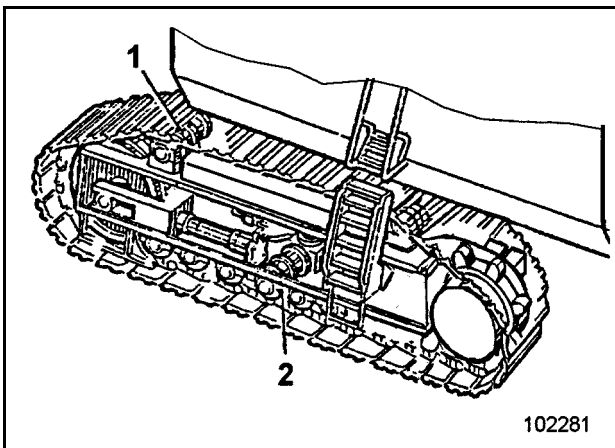

Fig. 3-76:
- ➔ Lauf- und Stützrollen (2 und 1, Fig. 3-76:) gründlich reinigen.